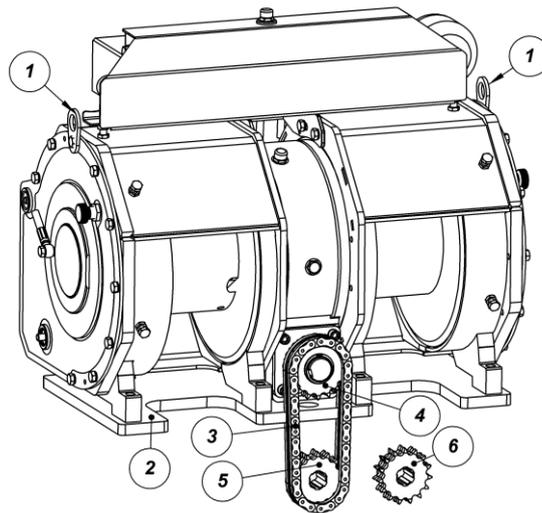

Bild 1
- Jedem Aggregat ist Folgendes beigelegt. Sehen Sie das Bild 1.
- Bei der Aufstellung des Aggregates auf die Spannkonsole benutzen Sie für die Einspannung in das Hebewerk die Spannösen 1, wie das Bild 1 darstellt. Diese müssen nach der Montage entfernt werden.